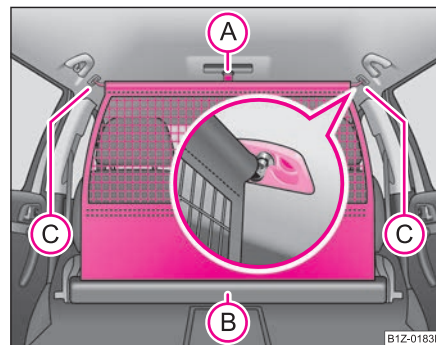

Fig. 87 Desfacerea peretelui despărțitor
- Trageți plasa de curelușă (A) din carcasa (B) ⇒ fig. 87.
- Introduceți bara transversală în locașul (C) pe o parte și apăsați bara în față.
- În același mod fixați bara pe partea cealaltă a autovehiculului, locașul (C).
- Trageți bara în spate din suporturile din plafon, mai întâi pe o parte, apoi pe partea cealaltă, și scoateți-o din suporturi (C) ⇒ fig. 87.